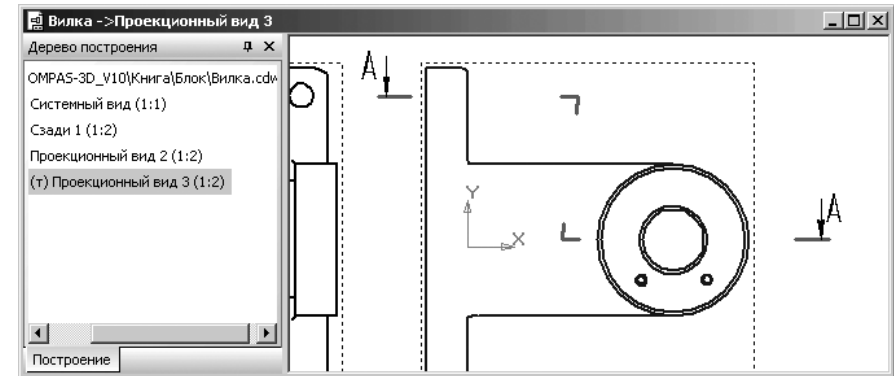

Рис. 3.113. Результаты построения линии разреза на **Проекционном виде 3**
- щелкните на **Панели специального управления** по кнопке – **Создать объект** или нажмите комбинацию клавиш **Ctrl+Enter**. Получим искомую линию разреза. Это состояние системы показано на рис. 3.113.